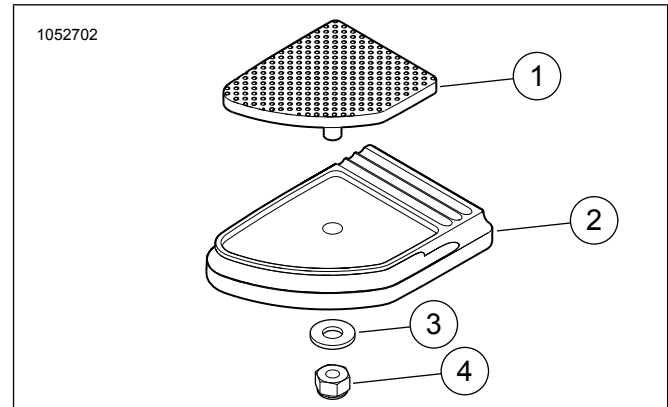
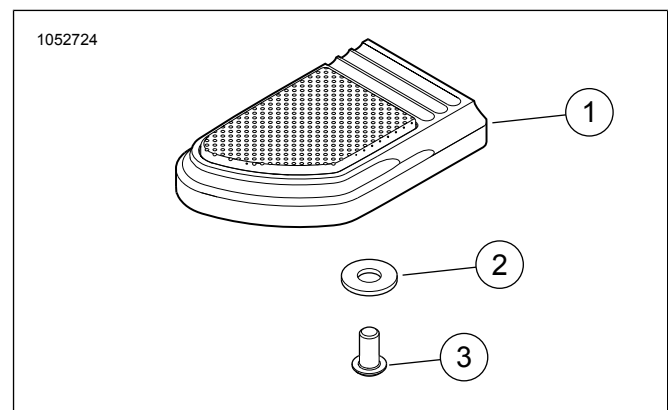

Abbildung 1. Ersatzteile: Belagsatz für kleines Bremspedal
Abbildung 2. Ersatzteile: Belagsatz für großes Bremspedal
Siehe Abbildung 1, Tabelle 1 und Abbildung 2, Tabelle 2.
1. Siehe Abbildung 1. Den **neuen** Bremspedalbelag (1) auf die Aussparung in der Zierabdeckung (2) ausrichten.
3. Die Unterlegscheibe (3) am Gewindebolzen anbringen.
4. Die 1/4-20-Sicherungsmutter (4) auf den Bolzen drehen. Festziehen.
1. Abbildung 2 Die **neue** Bremspedal-Baugruppe (1) auf den Fußbremspedalhebel des Fahrzeugs ausrichten.
2. Die Unterlegscheibe (2) an die Schraube (3) anbringen.